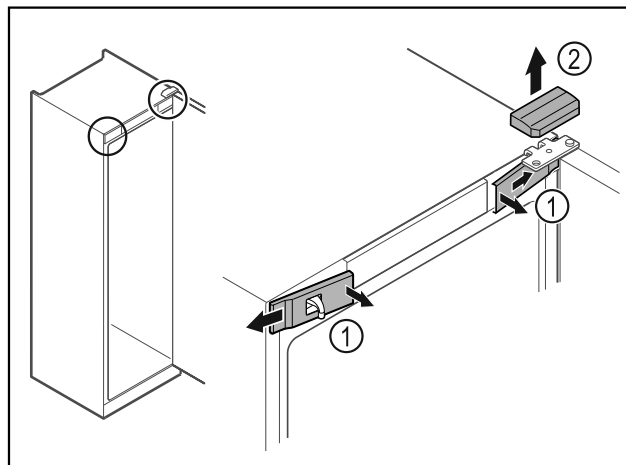

Fig. 10
- ▶ Откопчайте предните капаци Fig. 10 (1) отвътре и свалете настрани.
- ▶ Свалете горния капак Fig. 10 (2) нагоре.